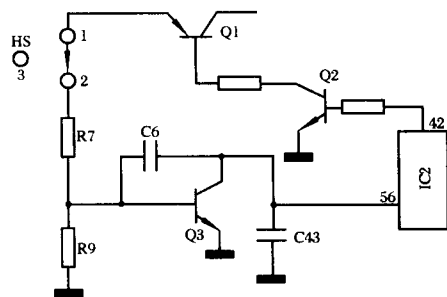

图 1.2
摘机和挂机的实现均通过叉簧开关 HS 和免提开关触发启动电路, 从而控制 IC2④脚输出高或低电平, 达到摘机和挂机的目的。参看图 1.2, 当 Q1 或 Q2 的集电极、发射极漏电, HS ①、②间接触不良, Q3 损坏或 C43 漏电均会出现此故障。测量发现 IC2④脚为低电平, 说明故障由启动电路引起。测量发现 Q3 的基极为高电平, 检查叉簧开关 HS-1①、②接点, 见有积炭。清洁处理后, 故障排除。